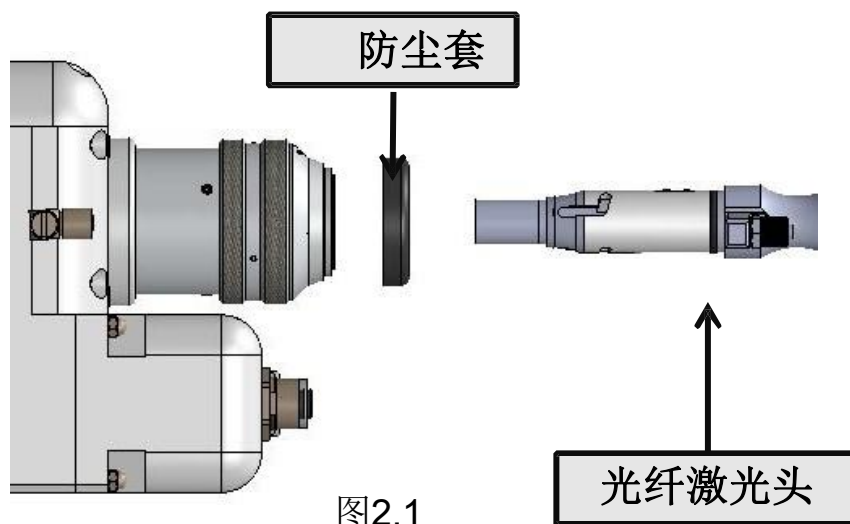

图2.1
- ① 将切割头水平放置，取下头子上的白色帽子与静电贴，取出防尘密封塞和防尘套，如下图2.1所示：